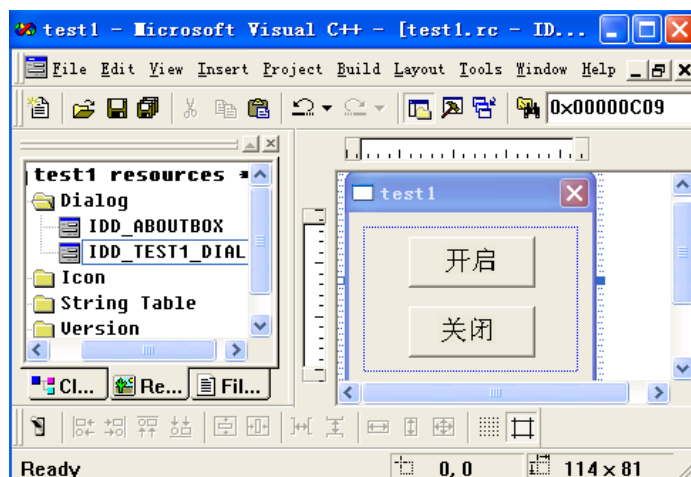

图6-8 修改对话框
- (5) 在应用程序类型中选择“基于对话框”，按“完成”键，建立工程。
- (6) 给对话框进行简单的修改，增加按钮“开启”（命名为 IDC_BUTTON_Start）和“关闭”（命名为 IDC_BUTTON_Stop），如图 6-8 所示。